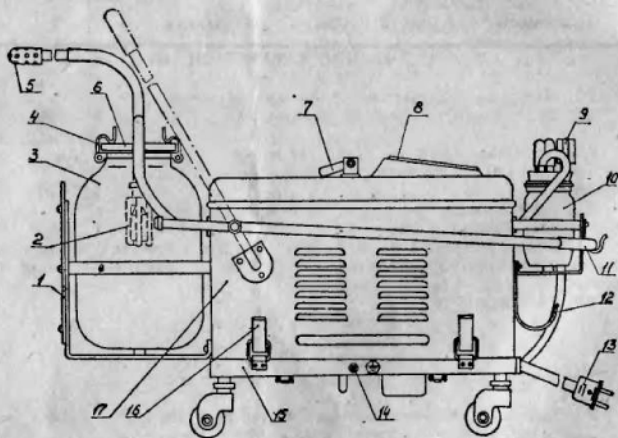

Рис. 1. Общий вид отсасывателя.
4.1.1. Съемный блок включает в себя кожух 17 (рис. 1), который при
4.1.4. Наконечники 5 (см. рис. 1) служат для непосредственного отсасывания жидкости, которая по шлангу, в результате разрежения, создаваемого вакуум-насосом, поступает в банку-сборник 3. Наконечники имеют различную конфигурацию и применяются в зависимости от характера отсоса.
При классе защиты 01 перед подключением к сети аппарат обязательно заземлить, для чего заземляющий провод одним концом присоединить к шине заземления, другим — к аппарату к клемме заземления 14 (см. рис. 1).
7.2. Включить штепсельную вилку 13 (см. рис. 1) в электросеть с напряжением 220 В.
б) завернуть регулировочный колпачок 9 (см. рис. 1) до отказа;
7.5. Соединить наконечник со шлангом, идущим от крышки 6 (см. рис. 1).
8.2. Установить регулировочным колпачком 9 (см. рис. 1) требуемое при отсасывании разрежение. При отворачивании колпачка разрежение будет уменьшаться.
в) проверить состояние и чистоту резинового кольца предохранительного клапана 2 (см. рис. 1) и плотность соединения корпуса клапана с трубкой крышки. Проверить состояние резиновой прокладки крышки банки 6 и исправность замков 4.